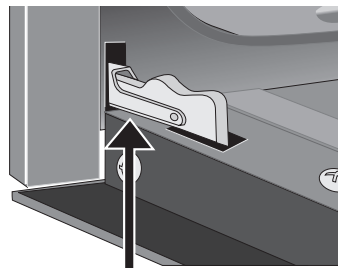

Figure 31: Charnière en position verrouillée
2. Abaissez complètement les verrous des charnières de gauche et de droite du cadre du four vers la porte du four (Figure 31). Vous pourriez avoir besoin d'un petit tournevis à tête plate.